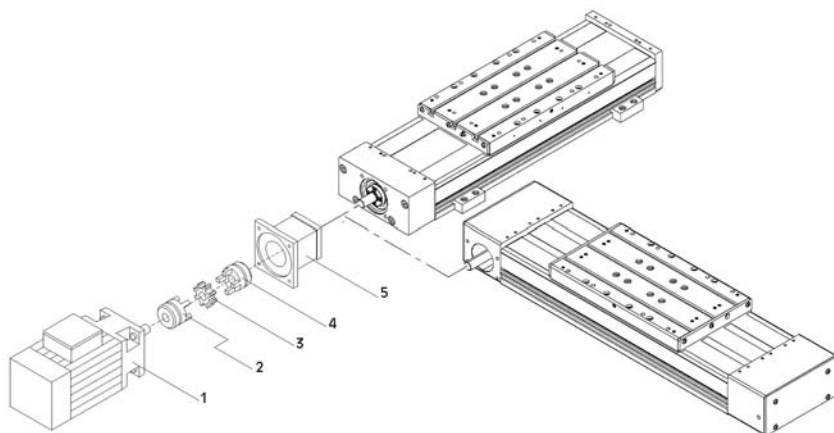

Figure 9
- Figure 9:** poser le moteur (1) à côté de l'unité linéaire, dans la position de montage.
- Monter une moitié de l'accouplement (4) sur l'arbre d'entraînement de l'unité linéaire.
- Fixer la lanterne (5) sur le logement du palier fixe (6) avec quatre vis.
- Pousser le pignon (3) sur le demi-accouplement fixé sur l'unité linéaire.
- Monter la deuxième moitié de l'accouplement (2) sur le tourillon d'entraînement du moteur.
- Fixer le moteur avec le demi-accouplement sur la lanterne (5) à l'aide de quatre vis. Veiller à ce que des efforts de pression axiaux n'agissent pas sur l'arbre du moteur. L'écartement des deux demi-accouplements doit être corrigé le cas échéant.